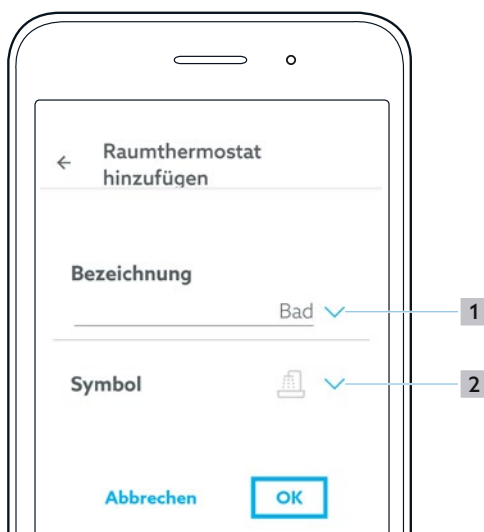

Abb. 13: ClimaCon F App Startbildschirm
Indem Sie auf den Pfeil (Position **1** in Abb. 13 auf Seite 14) tippen, haben Sie die Möglichkeit, aus einer vorgegebenen Liste die passende Auswahl zu treffen.
- 6** Wählen Sie ein passendes Symbol aus der Liste (Position **2** in Abb. 13 auf Seite 14) aus.